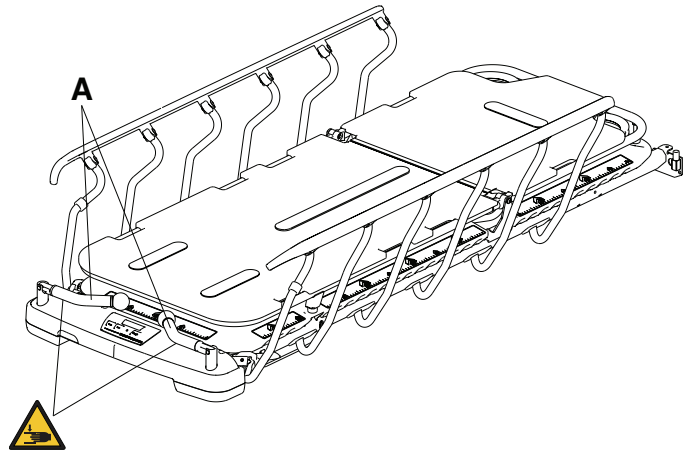

Figure 12 – Rangement des poignées de poussée du côté pieds
3. Inverser les étapes pour ranger les poignées de poussée du côté pieds (A) (Figure 12).